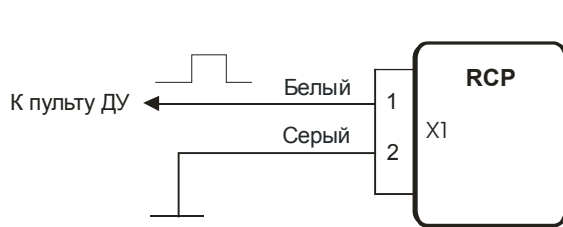
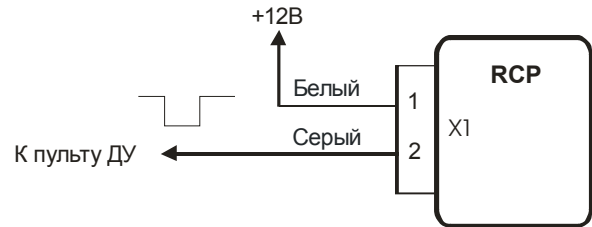

Рисунок 5
Рисунок 6
- Схемы выключения отопителя от пульта ДУ приведены на рис.5 (импульсом положительной полярности) и рис.6 (импульсом отрицательной полярности)